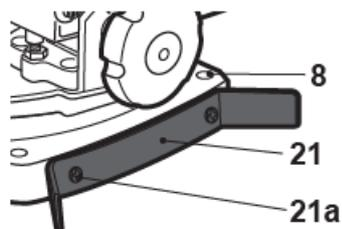

Fig. 1
- > Fixez les pieds [21] à la base [8] à l'aide des vis fournies [21a] (Fig. 1).